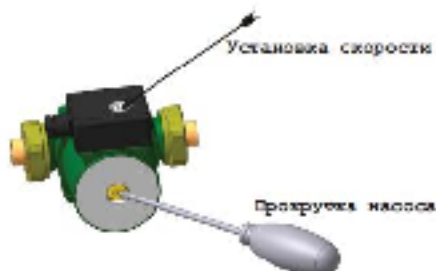

Рис. 24
8.4 В начале отопительного сезона перед запуском прибора необходимо проверить, не заблокирован ли вал циркуляционного насоса отложениями или накипью. Для этого снимите лицевую панель (1) рис. 1, переверните лицо отсоединив блок управления (3), в соответствии с п. 4.3, затем отвинтите защитный колпачок и поверните вал двигателя с помощью отвертки по стрелке (рис. 24). Установите защитный колпачок на место. Первый пуск насоса производится на максимальной скорости. Работа может быть выполнена без привлечения специалиста сервисного центра.